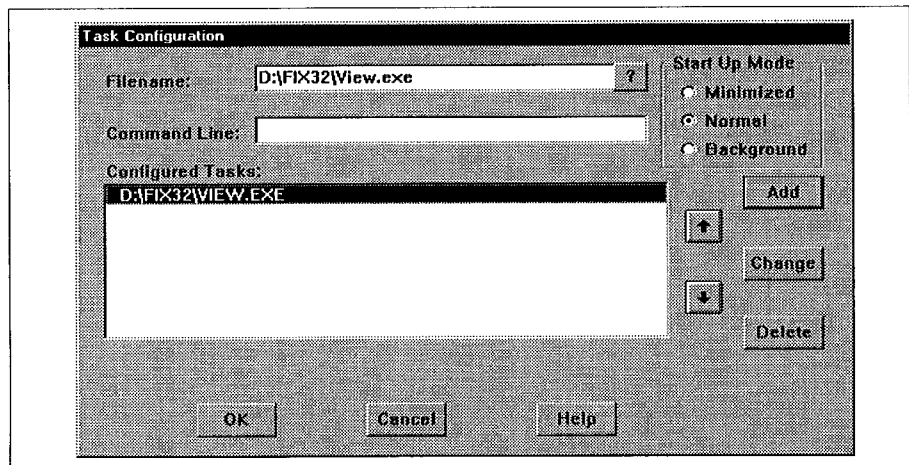

Figure 3-28 Boîte de dialogue Task Configuration (configuration des tâches) — exemple
- 2 Cliquez sur *Configure* (Configurer) dans la barre de menus et sélectionnez *Tasks* (Tâches) pour afficher la boîte de dialogue **Task Configuration** (Configuration des tâches), voir figure 3-28.
- 3 Dans le champ *Filename* (Nom du fichier), saisissez la définition complète du fichier VIEW.EXE, voir l'exemple de la figure 3-28. Vous pouvez également cliquer sur le bouton *Parcourir* du champ (désignation '?') et sélectionnez le fichier dans la liste affichée.
- 4 Ajoutez le fichier à la boîte de liste **Configured Tasks** (tâches configurées) en cliquant sur le bouton '**Add**' (Ajouter), voir figure 3-28. Cliquez sur '**OK**' pour fermer la boîte de dialogue.